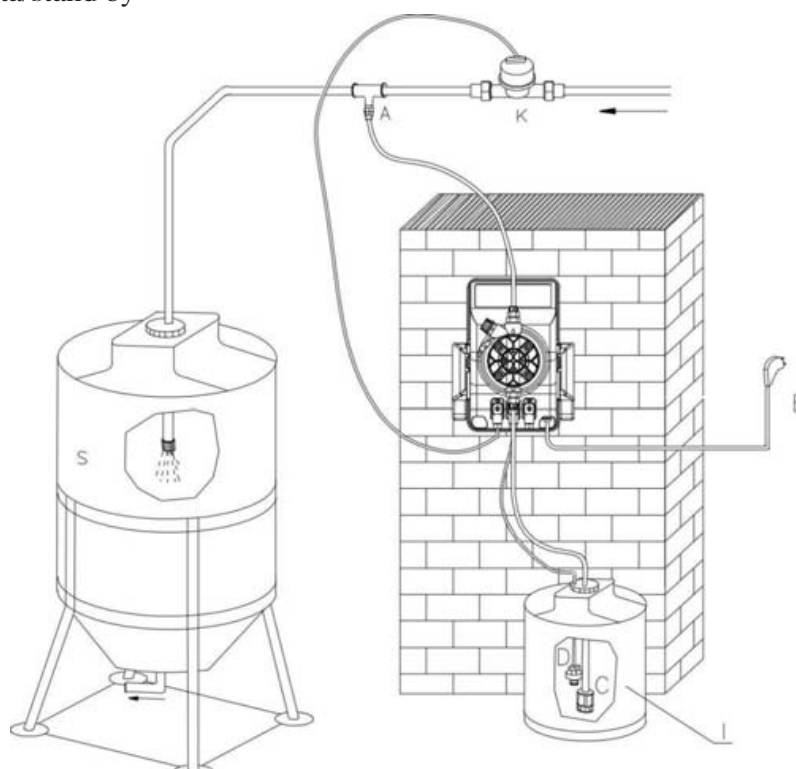

Fig. 19
9.2 - SCHEMA DI IMPIANTO TIPICO (Fig. 19)